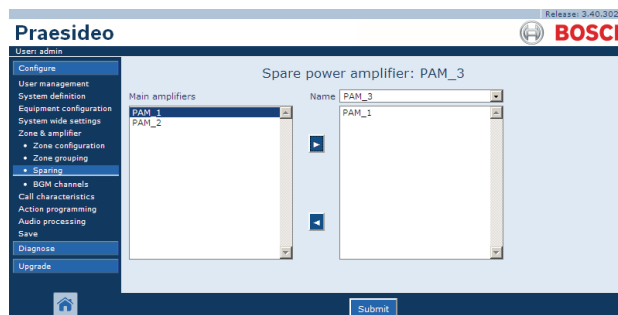

Abb. 45.11: Reservegeräte, Schritt 1
- 1 Rufen Sie *Configure > Zone & amplifier > Sparring* auf. Im Mainframe der webbasierten Benutzeroberfläche erscheint ein Bildschirm, der dem in Abb. 45.11 ähnelt.